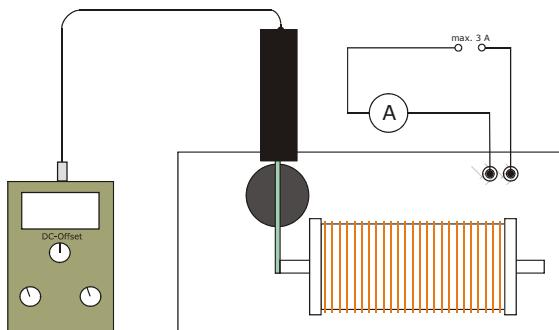

Fig. 1 Aufnahme der Hysteresekurve
- Netzgerät, Spule und Amperemeter in Reihe schalten (siehe Fig. 1).